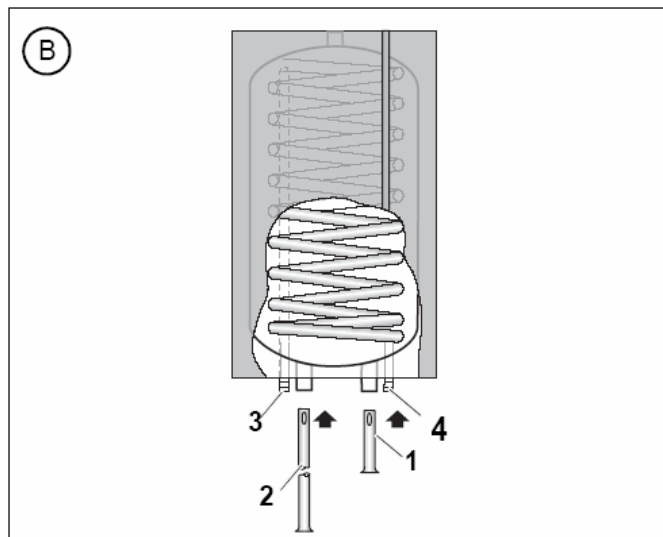

Рис. 8 Установка погружной гильзы (присоединение снизу)
- Длинную погружную гильзу вставить снизу в присоединение AW (рис. 8, поз. 2).